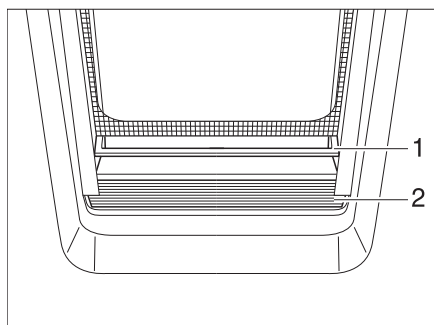

Fig. 29 Tendina oscurante pieghevole
- Afferrare la tendina oscurante pieghevole (Fig. 29,2) al centro della maniglia (Fig. 29,1), tirarla dal basso verso l'alto e rilasciarla all'altezza desiderata. La tendina oscurante pieghevole rimane a questa altezza.